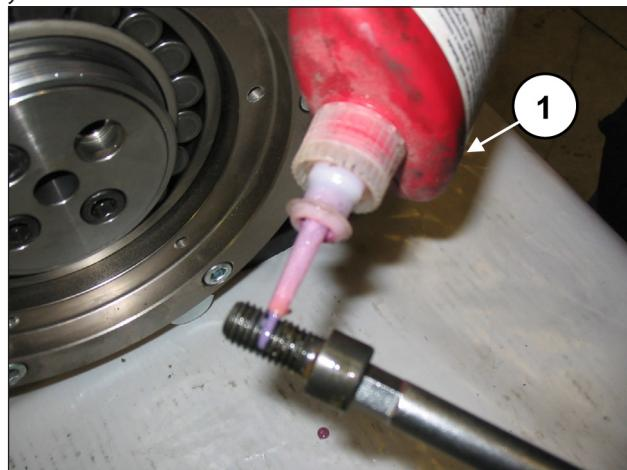

Рис. 87
Нанесите фиксатор LOCTITE 243 на резьбу винтов M12x25 (поз. ①, Рис. 87).